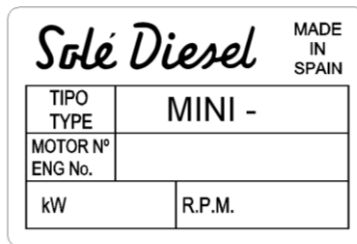

Fig. 1.1
- Motornaamplaatje (zie Fig. 1.1)